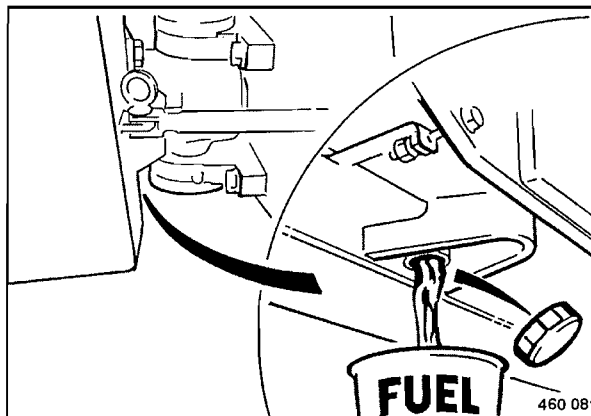

Fig. 111
- Desenroscar el capuchón roscado (Fig. 111) situado por debajo del depósito de combustible y descargar el combustible.